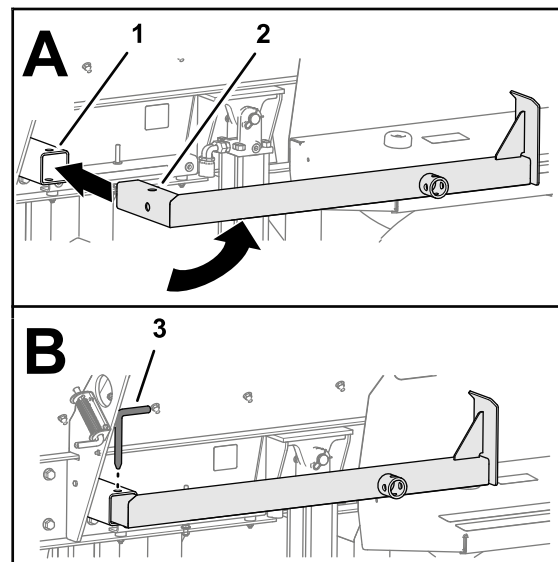

Figura 26
5. Ruotate in orizzontale la gamba posteriore del cavalletto e inseritela nel relativo tubo (Figura 26).
6. Allineate i fori nella gamba del cavalletto e nel tubo e fissate la gamba del cavalletto con il relativo perno (Figura 26).